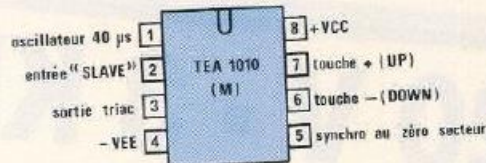

Figure 1 - Brochage du TEA 1010.
On trouvera ce qui n'est pas précisé ici dans le précédent article (N° 455). Le circuit intégré TEA 1010 (M), commande de triac par variation de phase avec « zéro-crossing » et entrées souples, est broché en figure 1 pour mémoire.